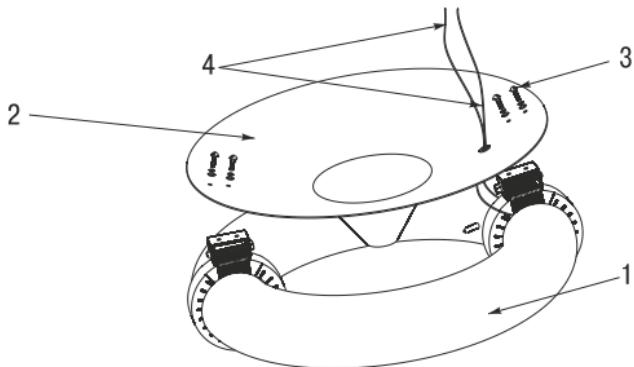

Рисунок 5
– Наложить конусный отражатель (поз.2 рисунок 5) на новую лампу (поз.1). Закрепить лампу на конусном отражателе четырьмя винтами M4 (поз.3), применив для предотвращения ослабление соединения плоскую и пружинную шайбы.